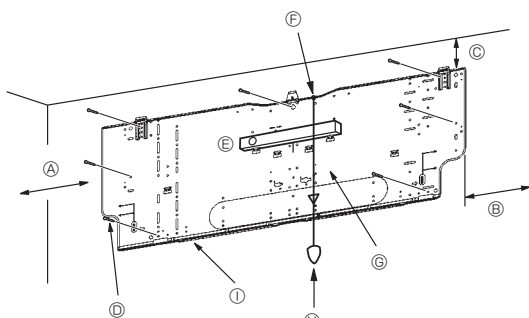
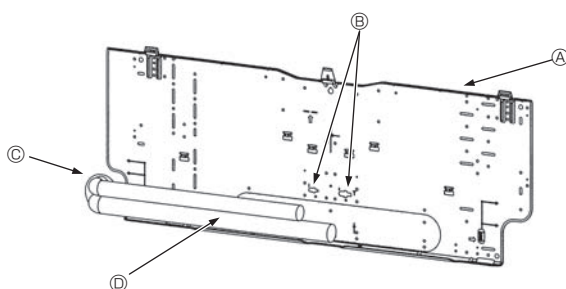

Рис. 3-4
Рис. 3-5
■ PKA-RP60, 71, 100KAL (Рис. 3-4)
- ⓓ Крепежные винты (4 × 25) ②
- Ⓢ Монтажная плита ①
3.3. Встраивание труб в стены (Рис. 3-5)
- ▲ Монтажная плита ①